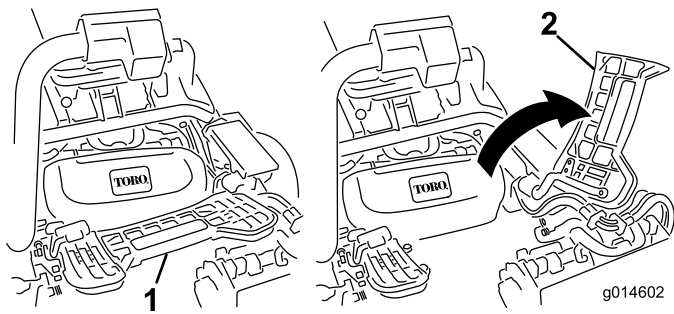

Figura 11
7. Se instalar a unidade de corte central, eleve o apoio do pé e incline-o, permitindo o acesso à posição da unidade de corte central (Figura 11).